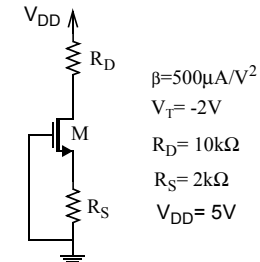

Figura 2
- 2.- Calcular el punto de operación del transistor MOS de la Figura 2. Indicar cuál es la potencia consumida por el circuito. ¿Cuál es la potencia disipada en el transistor?